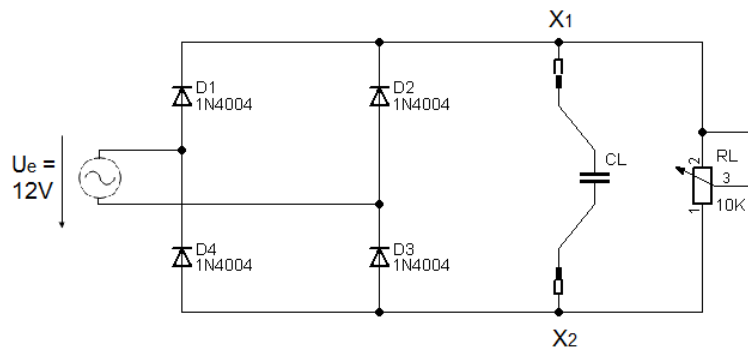

Abb. 1: Gleichrichterschaltung
**Tab. 2: Funktionstabelle für das Schaltnetz in Abb. 1**
Am Ausgang der vorliegenden Gleichrichterschaltung (Abb. 1) soll bei einem Laststrom von 100mA (+/- 5%) und einer Eingangswechselspannung von  $U_e = 12V$  die Brummspannung an der Last maximal  $U_w = 1,2V$  betragen.